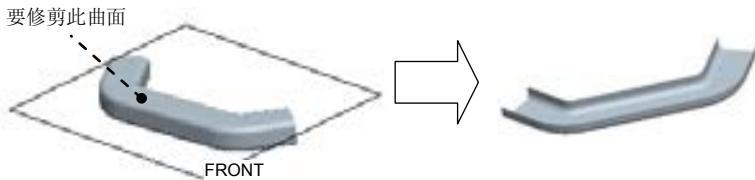

图 6.3.7 修剪面组
下面以图 6.3.7 为例，说明其操作过程。
Step2. 选取要修剪的曲面，如图 6.3.7 所示。